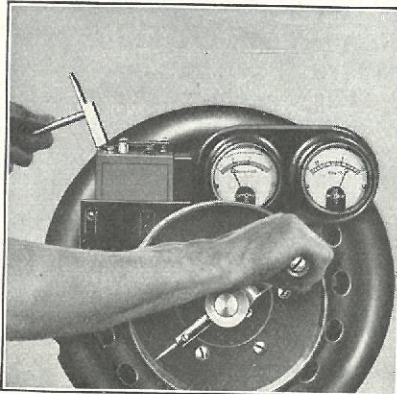
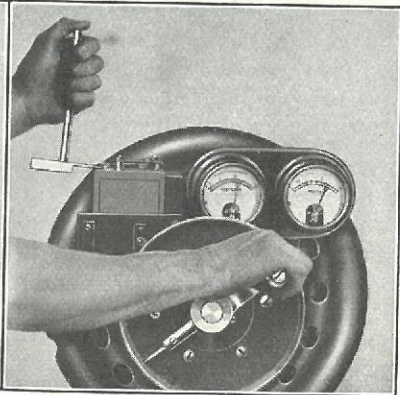

Fig. 505
Fig. 506
- 1008** Anbring Induktionsrullen i en Prøvemaskine, som drejes rundt til Voltmetret paa Maskinen viser 6 Volt, og indstil Vibratoren indtil Amperemetret registrerer 1,3 Amp. En ensartet Indstilling til 1,3 Amp. foretages med alle fire Induktionsruller. For at øge Amperestyrken bankes let med en Hammer paa den udvendige Kant af Vibratorbroen, som vist paa Fig. 505, og for at formindske Amperestyrken trækkes den underste Kant af Broen langsomt opad enten med en Specialhammer eller med en Skruetrækker (Fig. 506).